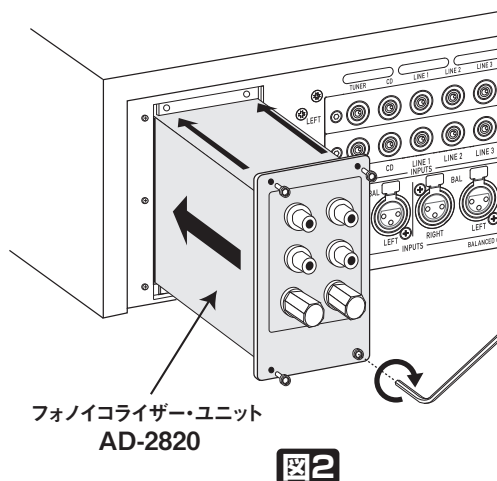

図2
- ③ C-2820本体下側の2本のガイドレールに沿って、AD-2820を挿入(図2参照)します。コネクタに当たって止まったら、少し力を入れてコネクタを完全に差し込みます。(パネル面が同一になればOKです。)
- ④ はずした4本のネジで確実に固定(時計回り)します。